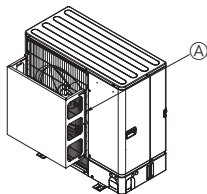

Fig. 2-5
- ② Ugradite opciono usmerivač vazduha ako je jedinica montirana na mestu gde veoma jaki tajfunski i sl. vetrovi, mogu direktno da uđu u odvod vazduha. (Fig. 2-5)